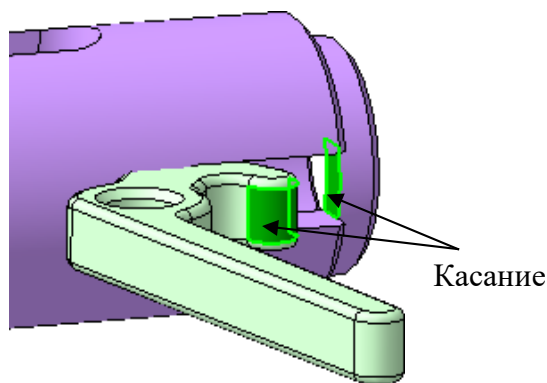

Рис. 87
- задайте сопряжение  **Касание** между плоской гранью паза **Ползуна** и цилиндрической гранью **Рычага** (рис. 87);